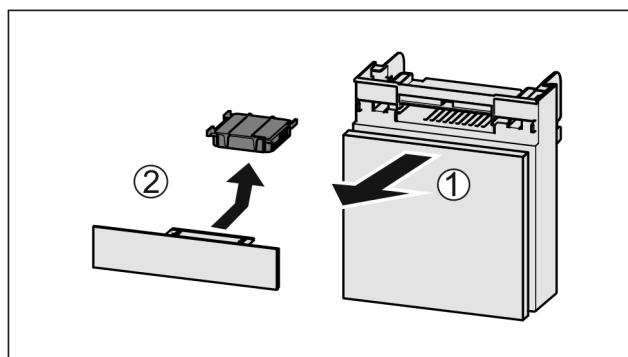

Fig. 98
- Predal izvlecite Fig. 98 (1) naprej.
- Odstranite Fig. 98 (2) aktivni ogleni filter.